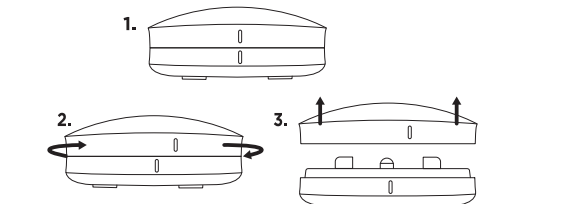

FIGURE 6
2. Une fois que le contrôleur est prêt à ajouter votre appareil, retirez le couvercle supérieur du capteur (voir figure 6).
1. Retirez le couvercle supérieur (voir la figure 6).